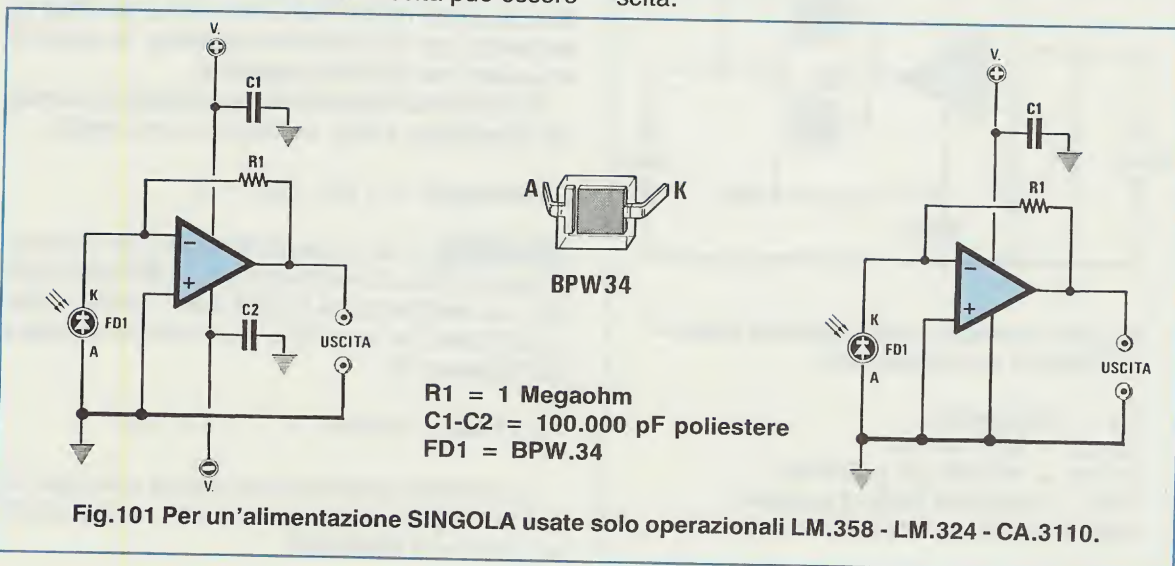

Fig.101 Per un'alimentazione SINGOLA usate solo operazionali LM.358 - LM.324 - CA.3110.
Nella fig.101 vi riportiamo lo schema elettrico di un convertitore **corrente-tensione** alimentato con tensione **duale**.
Per realizzare un circuito alimentato con una tensione **singola** (vedi fig.101), potrete utilizzare lo stesso schema elettrico, ma in questo caso potrete usare soltanto degli operazionali tipo **LM.358 - LM.324 - CA.3130**.
Usando dei **fotodiodi** tipo **BPW34** o altri equivalenti (vedi fig. 101), il **catodo** (K) dovrà essere rivolto verso il piedino d'ingresso **invertente** e l'**anodo** (A) verso massa.